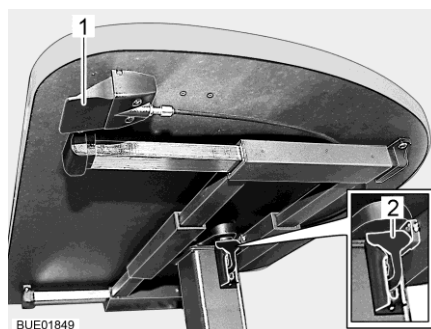

Fig. 81 Mesa elevadora con botón de desbloqueo
- Tirar o presionar hacia abajo la palanca de bloqueo (Fig. 81,2).
- Empujar la palanca de bloqueo (Fig. 81,2) hacia arriba.
- Pulsar y mantener pulsado el botón de desbloqueo (Fig. 81,1). El tablero de la mesa se desplaza automáticamente hacia arriba hasta el tope final.
- Soltar el botón de desbloqueo (Fig. 81,1). El tablero de la mesa permanecerá en la posición seleccionada.
- Pulsar y mantener pulsado el botón de desbloqueo (Fig. 81,1).
- Soltar el botón de desbloqueo (Fig. 81,1). El tablero de la mesa se quedará en la posición más baja.